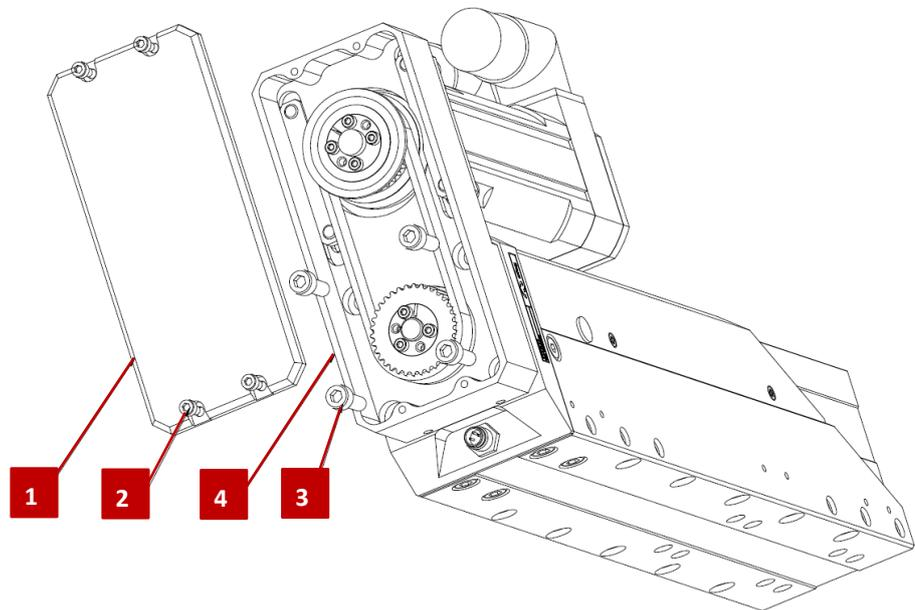

Abb. 7 Verstellung der Motorposition
2. Schrauben (Abb. 7, 2) M3x6 entfernen und Deckel (Abb. 7, 1) abnehmen.
3. 4 x Schrauben M3x6 (Abb. 7, 3) lösen.
4. Gehäuse (Abb. 7, 4) um 90° nach links oder rechts drehen (schwenken).
5. 4 x Schrauben (Abb. 7, 3) M3x6 mit Anzugsmoment 1.4 Nm anziehen.
6. Deckel (Abb. 7, 1) wieder montieren und befestigen.